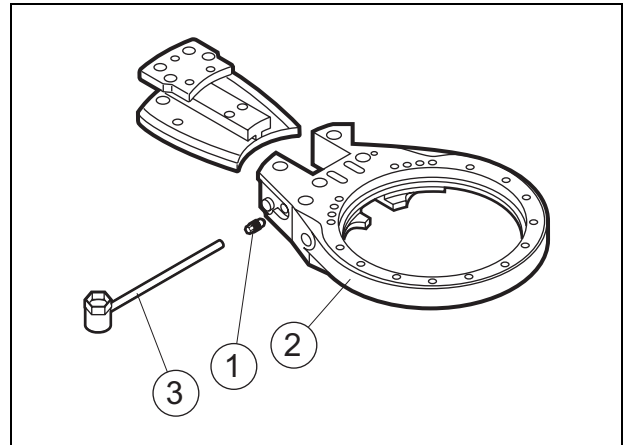

Fig. 13 Purge de système de tension de chaîne
4. Faire basculer l'unité autant que possible vers l'arrière pour que la soupape de purge (1) soit aussi haut que possible par rapport aux pistons de tension..
Utiliser l'outil P/N 0704040, (3) Voir Fig. 13.
6. Fermer la soupape de purge (1) quand l'huile qui apparaît de la soupape ne contient plus d'air. Répéter ce procédé après environ 30 minutes de fonctionnement..